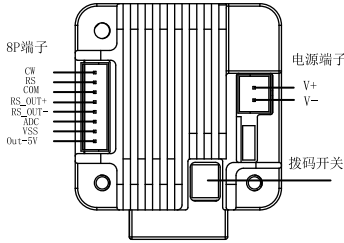
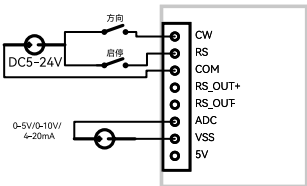

图4 尾部驱动单元展示图
图5 接线示意图
- 将随机附带的线缆按照下图4所示安装好，8P端子插在下图4标记“8P端子”上，2P端子插在下图标记“电源端子”上，具体接线参照图5和表3进行接线。